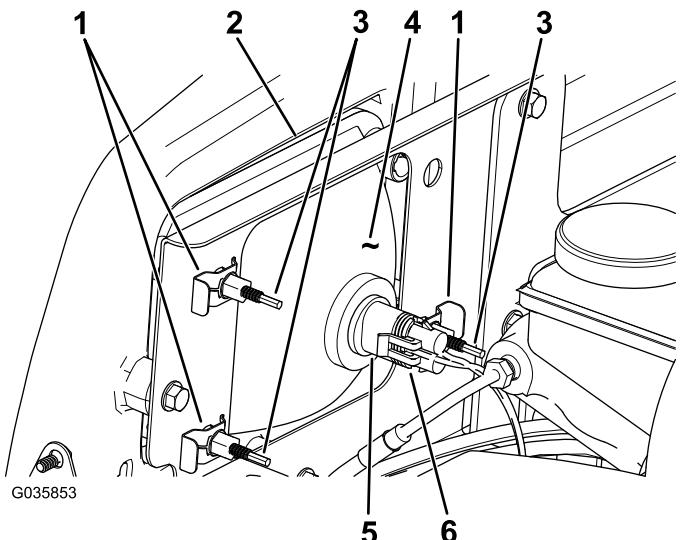

Рисунок 42
4. Снимите скобы под саморез, которые крепят фару к кронштейну фары (Рисунок 42).
5. Снимите фару в сборе, подавая ее вперед сквозь отверстие в переднем бампере (Рисунок 42).
6. Вставьте новую лампу через отверстие в бампере (Рисунок 42).
8. Подсоедините электрический соединитель жгута к соединителю лампы в сборе (Рисунок 42).
3. Отсоедините электрический соединитель жгута проводов от соединителя лампы в сборе (Рисунок 42).
2. В задней части узла передней фары поверните регулировочные винты (Рисунок 42), чтобы повернуть фару и изменить положение луча.